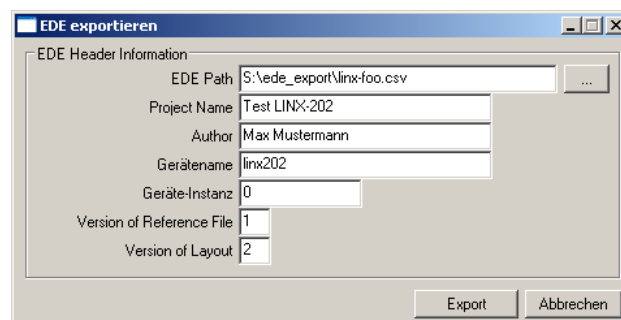

Abbildung 123: Dialog zum EDE-Export
2. Klicken Sie mit der rechten Maustaste und wählen Sie **Exportiere EDE ...** aus dem Kontextmenü aus. Dies öffnet den Dialog EDE-Export, in dem Sie die Informationen zum EDE-Header, wie in Abbildung 123 gezeigt, eingeben müssen.